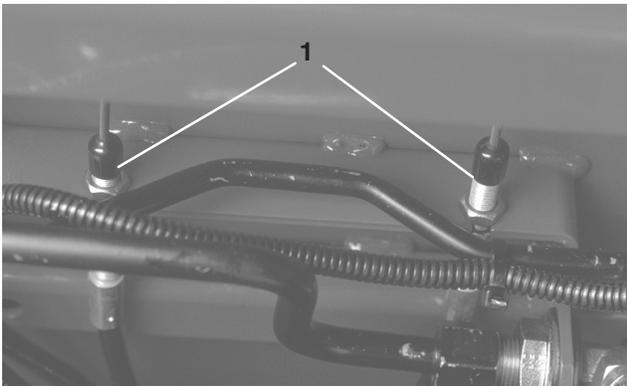

Bild 63
2. Lockern Sie zum Reduzieren des Spiels der Bremspedale die vordere Mutter am Gewinde des Bremszugs (Bild 63). Ziehen Sie dann die hintere Mutter an, um den Zug nach hinten zu bewegen, bis die Bremspedale 1,5 bis 2,5 cm Spielraum haben. Ziehen Sie die vorderen Muttern fest, wenn die Bremsen einwandfrei eingestellt sind.